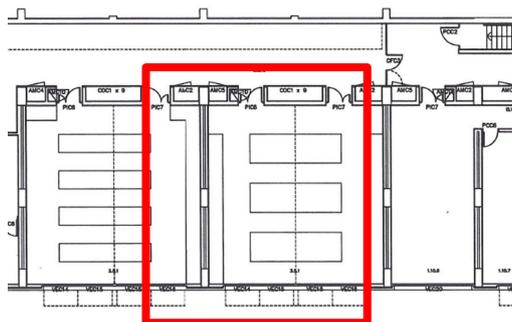

Figura 8 - Laboratório de Aulas Práticas C0.23/23A, localizado no piso C0.
- C0.23/23A - Laboratório de Aulas Práticas, localizado no 1º piso do Edifício C (Figura 8);